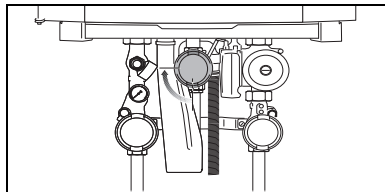

Fig. 18 Åbning af gashanen
- Åbn gashanen langsomt. Tryk gashanen ind, og drej en $\frac{1}{4}$ omdrejning til venstre (fig. 18). På stillingen "Åben" står gashanen lodret.